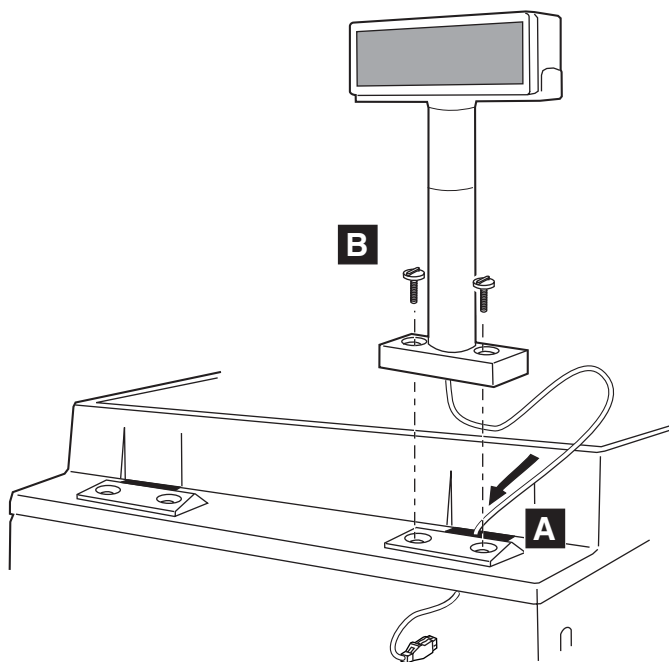

图 61. 布置电缆
4. 将显示器电缆穿过 POS 终端（图 61 中的 **A**）的后部，并用螺丝将支撑杆安装到 POS 终端（**B**）上。